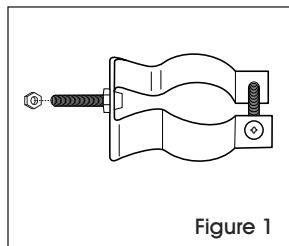

Figure 1
1. Fixez un boulon et un écrou à chaque support. Serrez complètement. (Voir Figure 1)